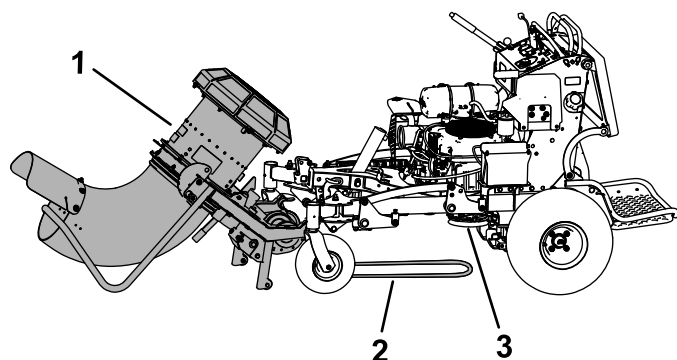

Figure 15
12. Amenez la souffeuse devant la machine et couchez la courroie sous la machine dans l'alignement de l'embrayage (Figure 15).